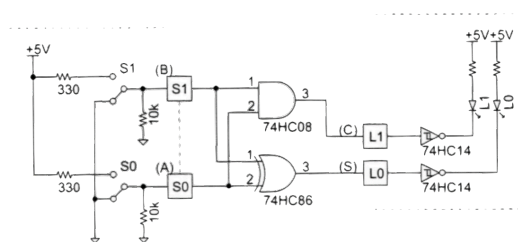

図 4 半加算機の回路図
エンコーダは 10 進数を 2 進数に変換する回路である. この課題では, 10 進数から 0 から 3 をそれぞれに対応する 4 つのスイッチ (S_0, S_1, S_2, S_3) を使って入力し, 2 つの LED (L_0, L_1) を使って 2 ビットの 2 進数を出力するエンコーダ回路を設計し作成する. まず, エンコーダの真理値表を表 5 に, 論理式を (6), (7) に, 回路図を図 4 に示した.